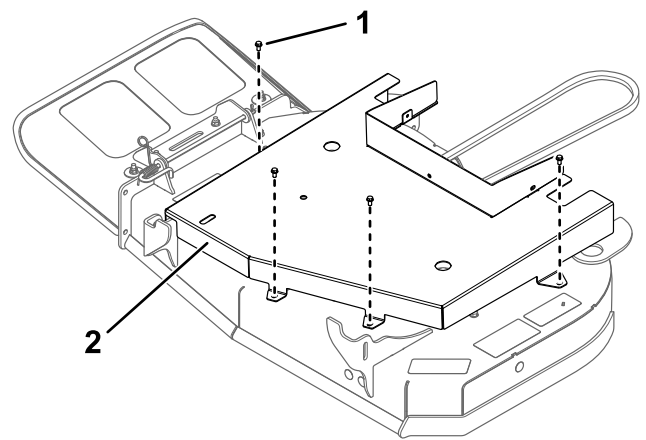

Figura 26
1. Bullone (2)
4. Togliete i 4 bulloni che fissano la protezione del piatto e rimuovete la protezione (Figura 26).